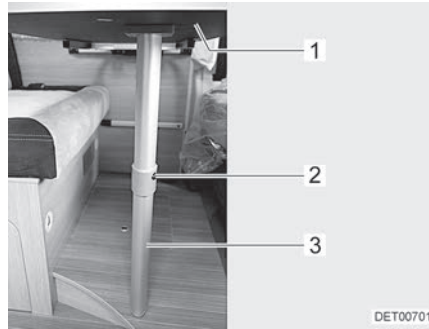

Fig. 84 Base de cama
- Levantar ligeramente por delante el tablero de la mesa (Fig. 84,1).
- Presionar el botón de desbloqueo (Fig. 84,2) y abatir 90° la parte inferior de la pata de apoyo articulada (Fig. 84,3).